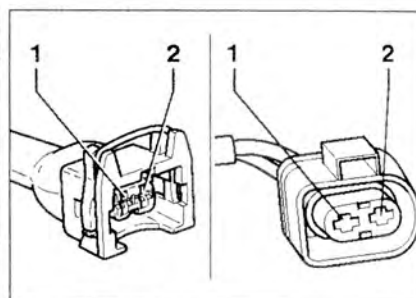

Рис. 3.70. Если заданное значение достигается, установите мультиметр для измерения напряжения и присоедините его к контактам 1 и 2 разъема клапана.
9. Если заданное значение достигается, установите мультиметр для измерения напряжения и присоедините его к контактам 1 и 2 разъема клапана (рис. 3.70).